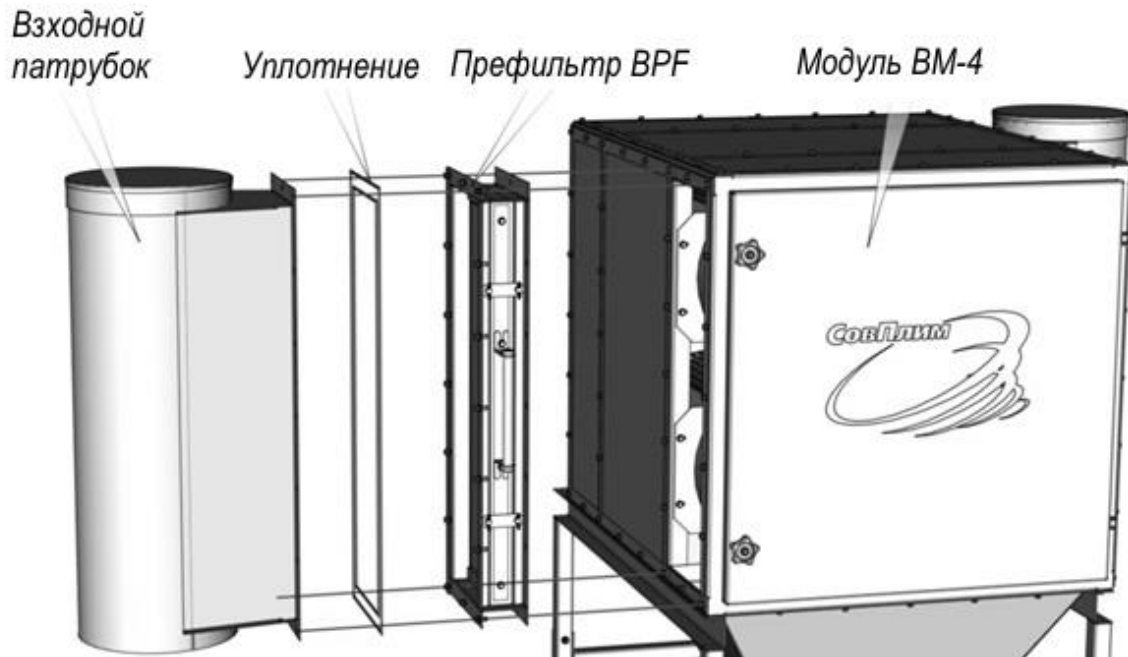

Рисунок 31
5.9.1 Демонтировать входные патрубки, взамен них установить префильтр ВРФ на модуль ВМ-4 и префильтр ВРФ-S на модуль ВМ-2, крепить болтами М6х16 (рисунок 31).